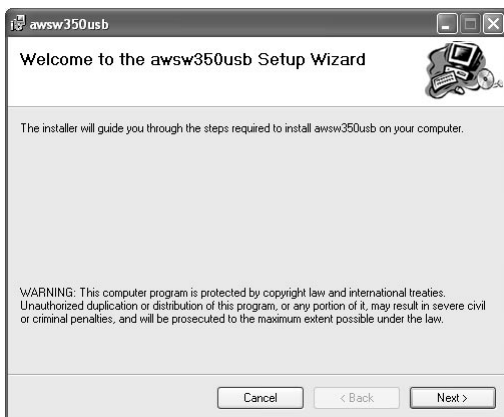

Fig.7 Ecran de démarrage du programme d'installation du programme d'application
- 5** Le programme d'installation indiqué à la Fig.7 démarre. Effectuer l'installation en suivant les instructions du programme d'installation.